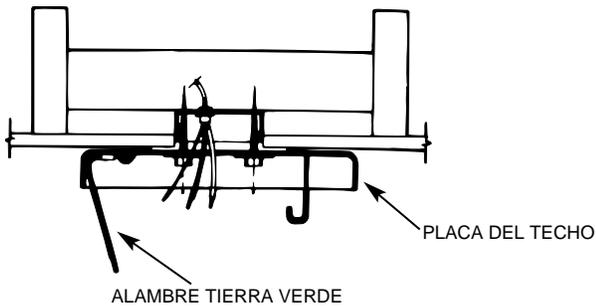

FIGURA 6
A. Conecte las líneas principales al bloque terminal montado en la placa del techo. Conecte el alambre negro del techo al alambre negro del motor y al alambre negro con franja blanca (ver la nota). Conecte el alambre blanco del techo al alambre blanco del motor. Conecte el alambre tierra a los alambres verdes del motor y de la placa del techo. Ver la Figura 6.